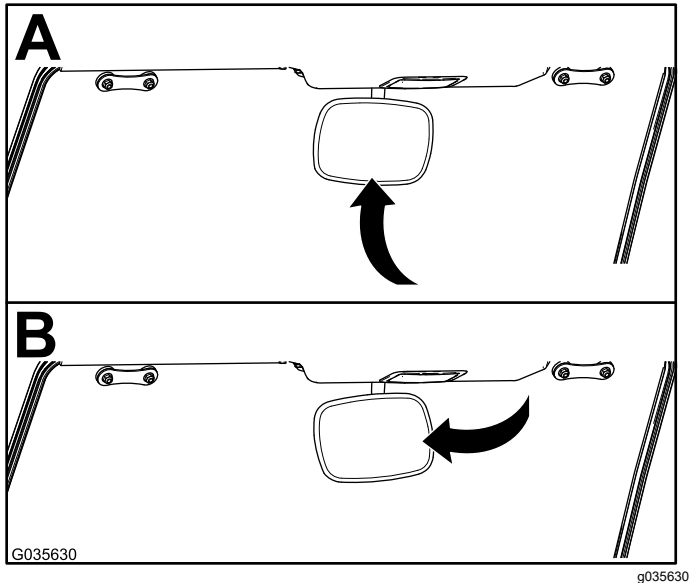
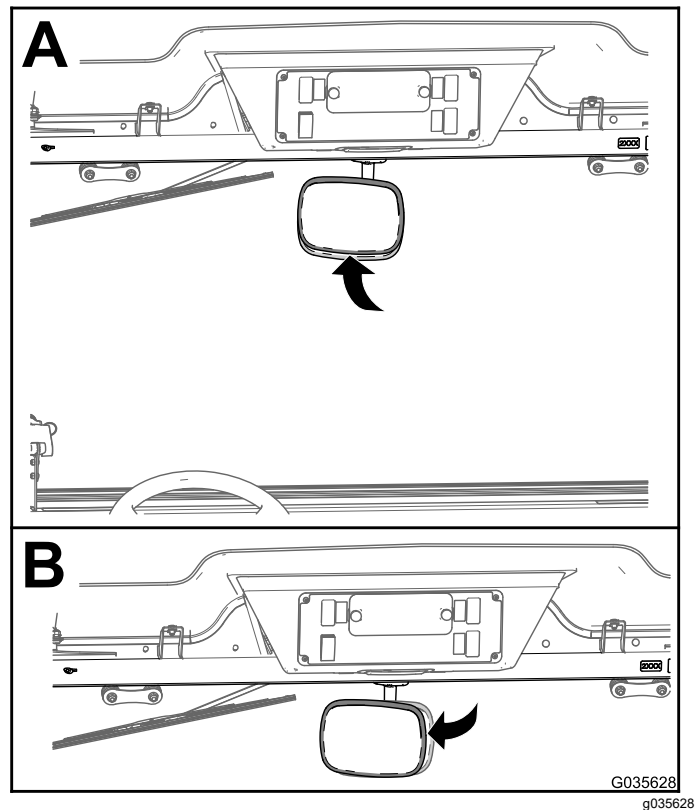

Figure 7
Figure 8
1. Tenez le rétroviseur à 2 mains pour le faire pivoter vers le haut ou le bas sur sa rotule (A de Figure 7 ou Figure 8).
2. Tenez le rétroviseur à 2 mains pour le faire pivoter vers la droite ou la gauche sur sa rotule (B de Figure 7 ou Figure 8).